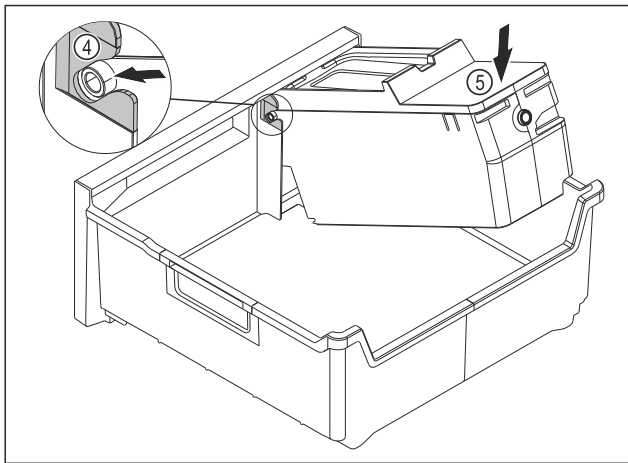

Fig. 149
- ▶ Монтаж на корпуса на EasyTwist-Ice: Вкарайте осите на корпуса на EasyTwist-Ice във водачите Fig. 149 (4).
- ▶ Натиснете надолу корпуса на EasyTwist-Ice Fig. 149 (5) отзад.